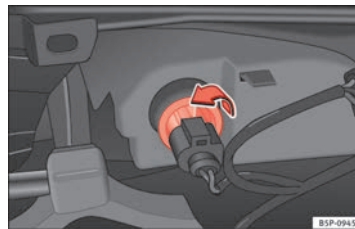

Abb. 194 Leuchte von der Innenseite des Stoßfängers aus gesehen.
- Drehen Sie den Lampenträger nach links und nehmen Sie ihn in Pfeilrichtung ab ⇒ Abb. 194.